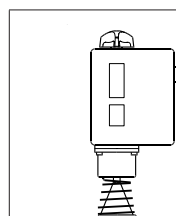

Fig. 1
**) Voir également fig. 1 et 5.
*) Voir fig. 1 à 5